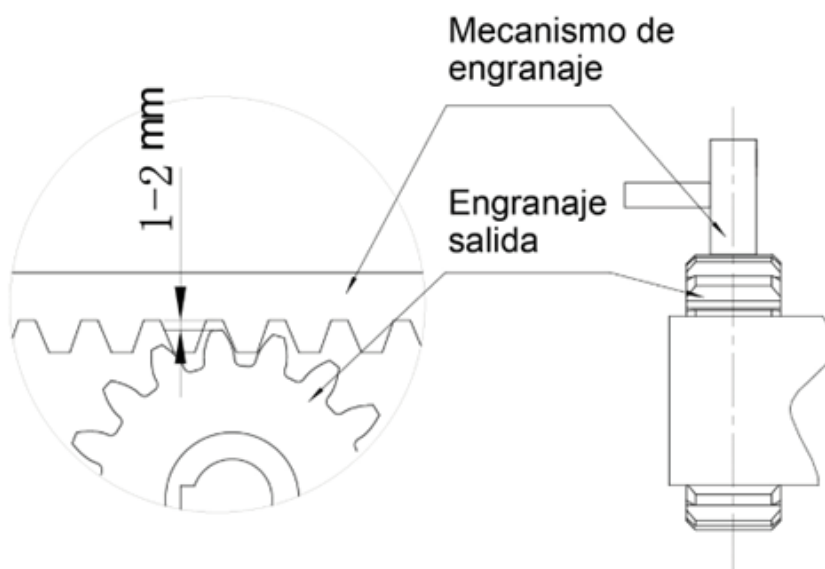

Figura 7
- Verifique si hay un espacio de ajuste entre la cremallera y el engranaje de salida, como se muestra en la Figura 7.
La holgura de ajuste del engranaje de salida y la cremallera se muestra en la Figura 7 a continuación.